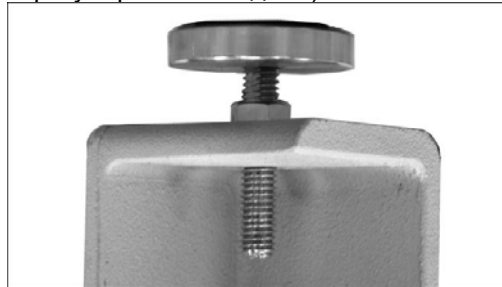

Рис. 6
7. Установите регулируемые ножки (Рис. 6) и завинтите каждую гайку на опоре. (Ножки можно отрегулировать позднее).